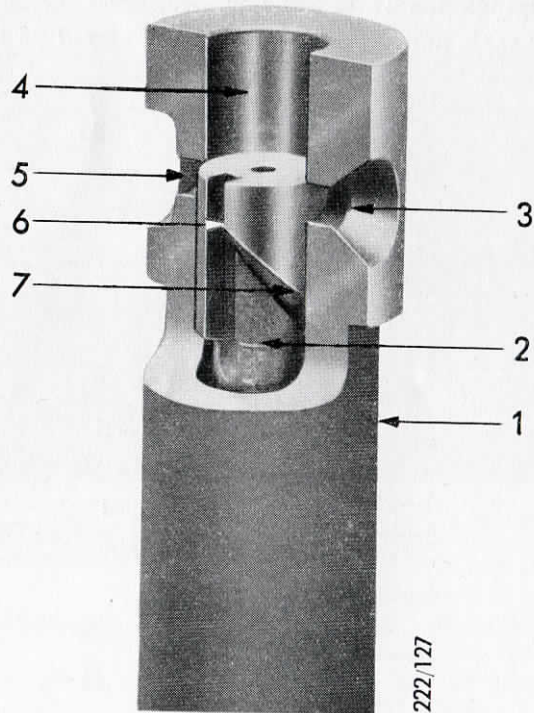
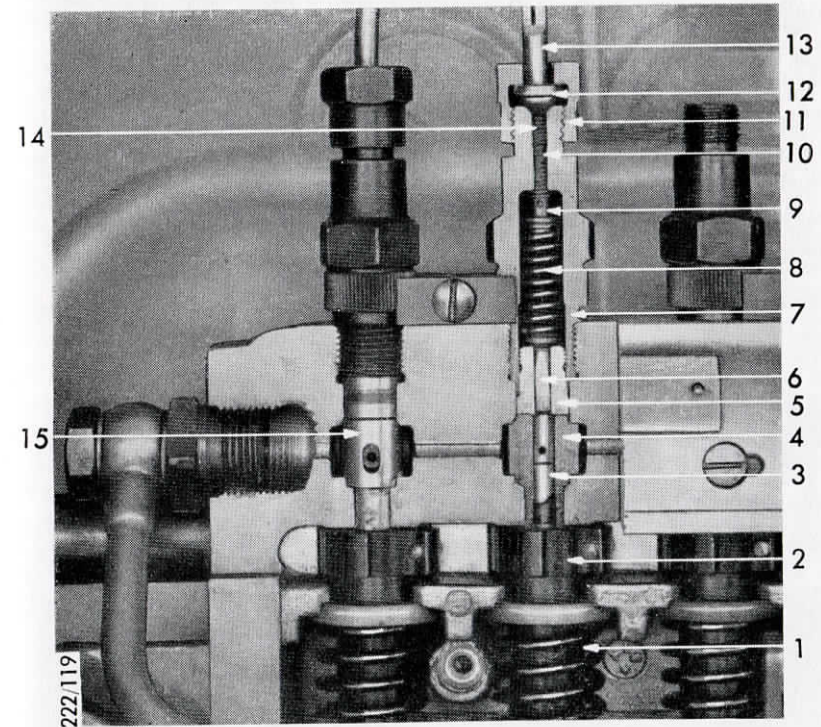

Bild 27. Pumpelement, uppskuret
Bild 28. Insprutningspumpens övre del, uppskuren
Varje pumpelement består av en kolv (2, bild 27) och en cylinder (1). Dessa utgöra en enhet, och en kolv från ett pumpelement kan ej användas på ett annat. Ovanför cylindern finnes en fjäderbelastad tryckventil (6, bild 28), som fasthålls av en förskruvning (7), vilken i sin tur tjänstgör som anslutning för tryckröret (13) till spridarehållaren i motsvarande motoreylinder.
Kolven vrids i fodret medelst en reglerstång, som med kuggar griper in i kuggkransen på kolvens reglerhylsa (2, bild 28). Rörelsen hos denna reglerstång åstadkommes av en vakuumpregulator.
4. Lossa tryckventilförskruvningen (7 bild 28) och tag bort fjädern och tryckventilen. Skruva åter fast förskruvningen utan ventil och fjäder och pumpa med handpumpen tills bränsle kommer fram ur förskruvningen.